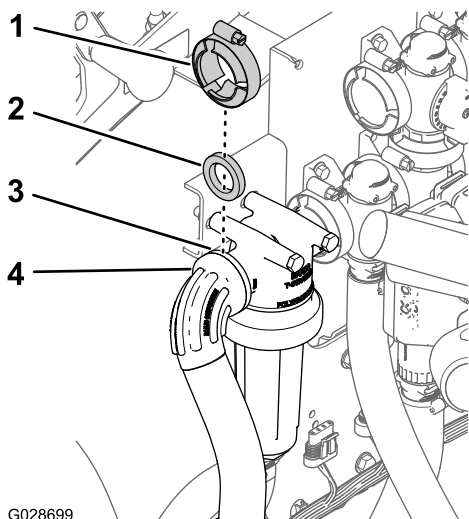

Figure 40
4. Alignez le raccord coudé à embase et le joint que vous avez retiré. Fixez le raccord coudé sur le flexible avec le collier (Figure 40) que vous avez retiré à l'opération 3 de Débranchement du flexible d'entrée (page 19).
5. Fixez le flexible d'entrée à la tête du filtre sous pression avec le joint et le collier à bride (Figure 40) que vous avez retirés à l'opération 1 de Débranchement du flexible d'entrée (page 19).